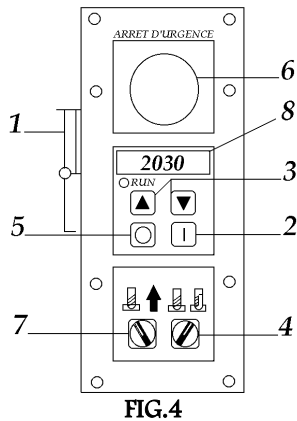

FIG.4
CHAPITRE 6 : VARIATEUR DE VITESSES (FIG.4)**FONCTIONNEMENT DU VARIATEUR :**
CHAPITRE 7 : MISE EN MARCHÉ (FIG.4 & 5)**MISE EN MARCHÉ :**
- C - Débloquer l'arrêt d'urgence (6 fig.4)
- E - Appuyez 2 fois sur l'interrupteur (2 fig.4)
- F - Augmentez ou diminuez la vitesse à l'aide des interrupteurs (3 fig.4)
- G - Pour arrêter la perceuse appuyez sur l'interrupteur (5, 6, 1 fig.4)
2. mode perçage / taraudage (4 fig.4).
- 4.Positionnez le sélecteur (4 fig.4) sur le mode taraudage.